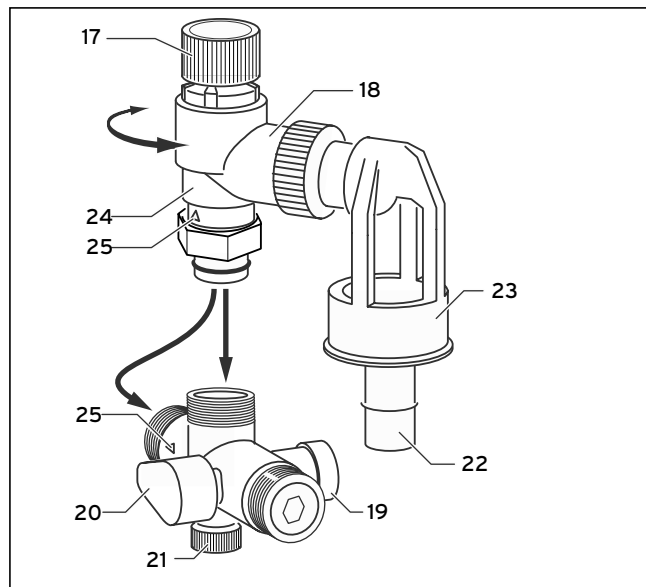

Рис. 4.5 Группа безопасности (11)
Ежегодно и каждый раз при вводе в эксплуатацию проверяйте работоспособность предохранительного клапана (24, см. рис. 4.5):
- Поверните ручку подъема (17, см. рис. 4.5) по направлению отмеченной на ней стрелке. При этом вода должна течь в воронку (23, см. рис. 4.5). Затем предохранительный клапан (24) снова должен стать герметичным.
- Закройте запорный кран (20, см. рис. 4.5).
- Выверните контрольную заглушку (19, см. рис. 4.5).